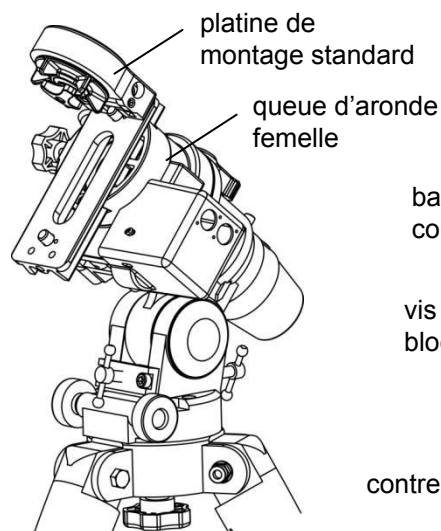

Fig. 11
- 1.7.3. Installez la platine dans la queue d'aronde femelle et resserez la vis de blocage (fig. 11).